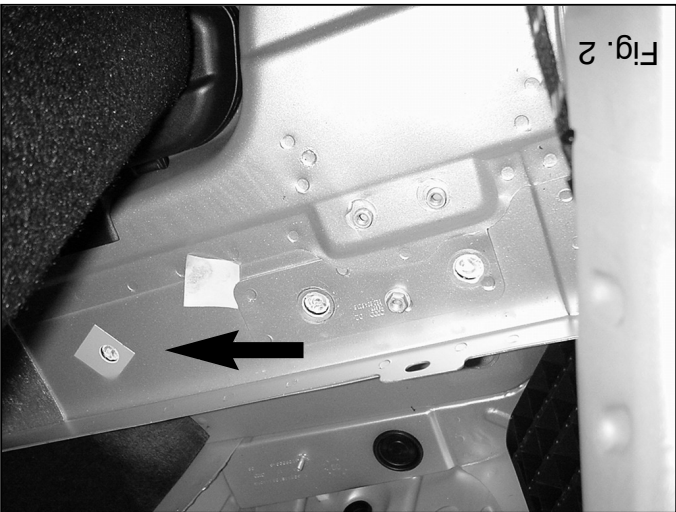

Fig. 2
1. Die Fußbodenverkleidung entfernen. Die Kunststoff-Rückwand entfernen und die linke und rechte Seitenwand teilweise lösen, so dass die Befestigungspunkte erreichbar sind. Die Aufkleber auf dem Boden des Kofferraums bei den Befestigungspunkten entfernen (siehe Abb. 2). Die Stoßstange demontieren und das Hitzeschild sowie die letzte Auspuffaufhängung los machen. Den angegebenen Teil mit Hilfe der Schablone aus der Stoßstange heraus schneiden. (Schablone außen auf der Stoßstange anlegen).
en plastique et détacher partiellement le panneau latéral à gauche et à droite afin d'accéder aux points de fixation. Enlever les autocollants du fond du coffre à l'emplacement des points de fixation (voir fig. 2). Démonter le pare-chocs et détacher le bouclier thermique ainsi que la dernière attache de l'échappement. Scier la partie du pare-chocs indiquée avec le gabarit. (Placer le gabarit sur le côté extérieur du pare-chocs).
1. Avlägsna beklädnaden från golvplåten. Avlägsna bakpanelen av plast och lossa den högra och vänstra sidopanelen delvis, så att monteringspunkterna blir åtkomliga. Avlägsna klisterlapparna från monteringspunkterna i bagageutrymmets golv. (se fig. 2 Demontera stötfångaren och lossa värmeskölden och avgasrörets bakersta fäste. Såga ut den angivna delen ur stötfångaren med hjälp av schablonen. (placera schablonen mot stötfångarens utsida).
material a la altura de los puntos de fijación. (Véase la fig. 2).
gepunkterne. Fjern mærkateme ved montagepunkterne (jævnfør fig. 2) i bunden af bagagerummet. Demonter kofangeren og løsn varmeskjol-
1. Rimuovere il rivestimento dal fondo del bagagliaio. Rimuovere il pannello posteriore in plastica e staccare parzialmente i pannelli destro e sinistro, in modo da rendere accessibili i punti di fissaggio. Rimuovere gli adesivi dal fondo del bagagliaio a livello dei punti di fissaggio. (vedi fig. 2) Smontare il paraurti e staccare lo scudo termico e l'ammortizzatore più esterno del tubo di scarico. Con l'aiuto della sagoma, segare via dal paraurti la parte indicata. (posizionare la sagoma sul lato esterno del paraurti).
1. Z podłogi należy zdjąć wykładzinę. Usunąć tylny panel wykonany z tworzywa sztucznego i poluzować prawy i lewy panel, tak by punkty montażowe były dostępne. Usunąć nalepki z dna bagażnika w punktach mocujących. (patrz rys. 2). Zdemontować zderzak i złuzo-